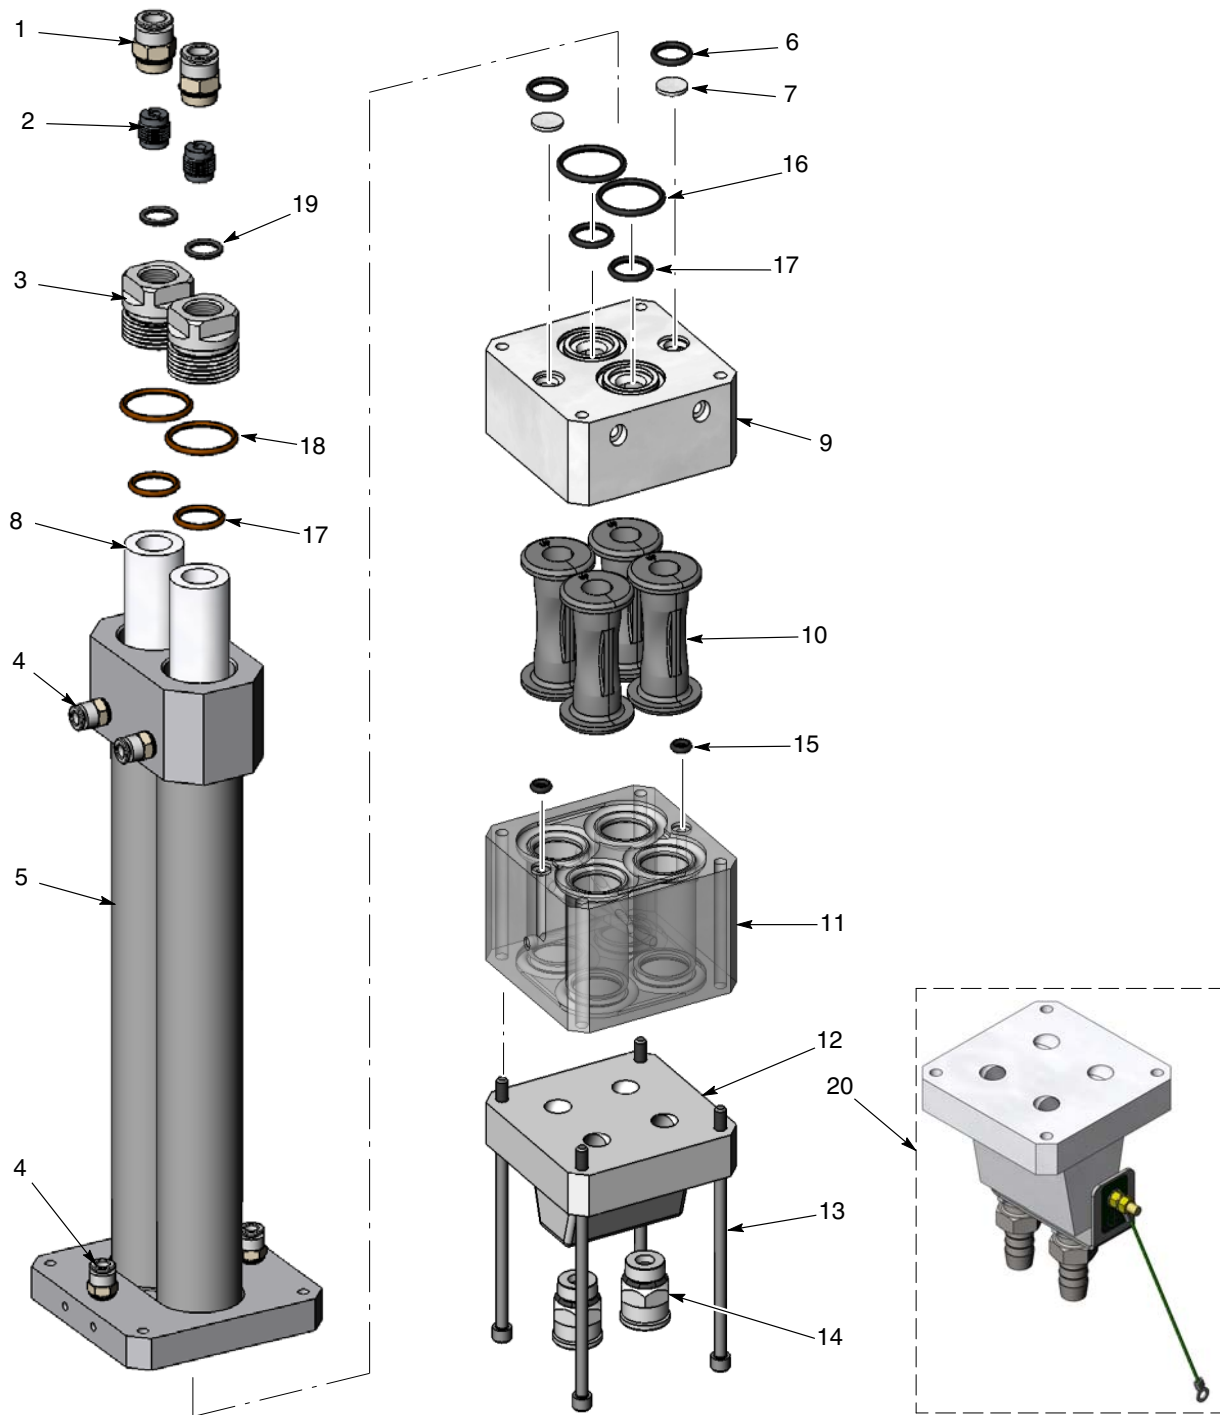

Abbildung 11 Zerlegung und Wiederausammenbau der Pumpe
6. Siehe Abbildung 11. Die Pumpe, beginnend mit den Fluidisierungsrohren, wie gezeigt zerlegen.